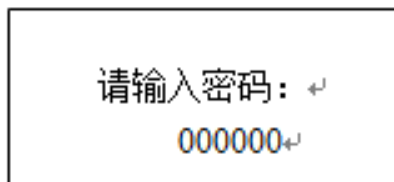
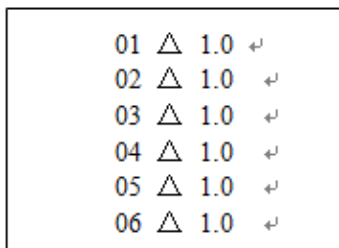
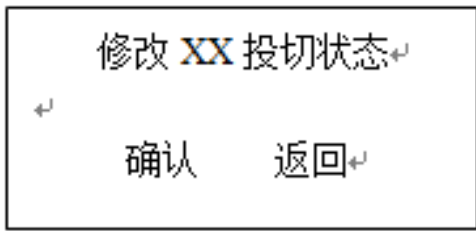
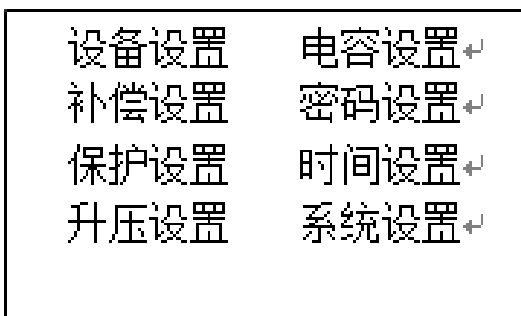

图 9
图 10
图 12+
图 13+
按“▶”键，进入“自动菜单”，先显示密码输入框（图 9），按“▲”键修改数值，按“▼”键移动输入项，按“▶”键完成密码输入。密码输入正确后，将无功优化及协调控制器设置成“自动控制”，此时无功优化及协调控制器将根据电路实际情况，自动完成电容投切。按“◀”键，退出菜单功能。
选择“手动”项，先显示密码输入框（图 9），密码输入正确后，将无功优化及协调控制器设置成“手动控制”，图 10, 11 显示的是手动菜单中各组电容器的类型和容量，△代表无功优化及协调控制器线路为三角形接法。
按“▲”、“▼”键选择相应的控制输出，然后按“▶”键，显示确认框（图 12），按“▶”键，修改投切状态，按“◀”键，返回到图 10 界面。
选择““远程”，项，先显示密码输入框（图 9），密码输入正确后，将无功优化及协调控制器设置成“远程控制”，在此模式下，用户可通过 GXIEC-800 配电综合测控软件在 PC 上远程控制电容投切（详细操作见附录“远程控制”）。按“◀”键，退出菜单功能。
选择“设置”项，先显示密码输入框（图 9），密码输入正确后，显示设置菜单（图 13）
- 这时按“◀”键，返回到显示设置菜单界面（图 13）。